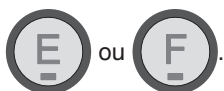

Fig. 6
- 5** Mettre en marche le moteur en pressant la touche  en gardant une main sur le couvercle (Fig. 6) (seulement pour le modèle B283).